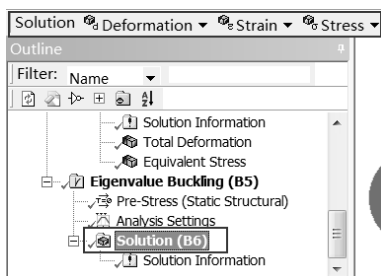

图 14-38 Solution 工具栏
Step1: 选择 Mechanical 界面左侧 Outline (分析树) 中的 Solution (B6) 选项, 此时会出现如图 14-38 所示的 Solution 工具栏。